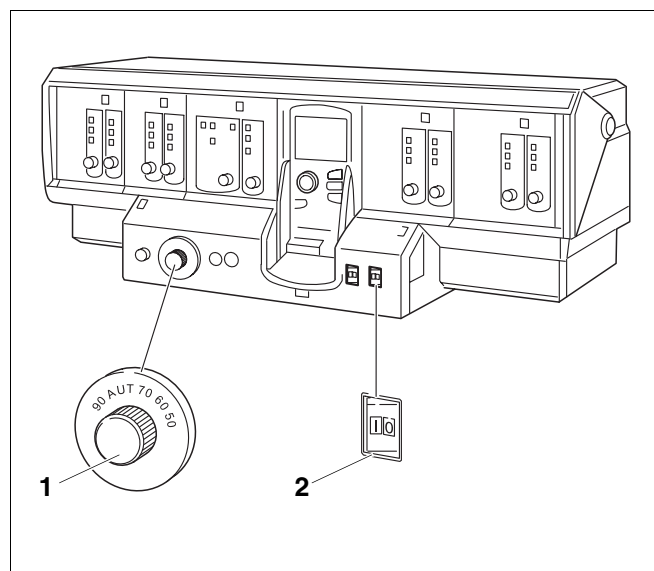

Fig. 3 Aparato de regulación (aquí p.e.: Logamatic 4000)
Ponga en marcha la caldera a través del aparato de regulación (en el ejemplo, fig. 3: aparato de regulación de la serie 4000). Al poner en marcha el aparato de regulación, el quemador se pondrá automáticamente en funcionamiento. A continuación, el quemador podrá arrancarse desde el aparato de regulación. Encontrará más información al respecto en las instrucciones de uso del aparato de regulación correspondiente o del quemador.
- Coloque el regulador de temperatura del agua de la caldera (fig. 3, **pos. 1**) en "Automatic".
- Posicione el interruptor de funcionamiento (fig. 3, **pos. 2**) en "I" (ON).
Ponga fuera de servicio la caldera a través del aparato de regulación (en el ejemplo fig. 3: aparato de regulación de la serie 4000). Al poner fuera de servicio el aparato de regulación, el quemador se desconecta automáticamente.
- Coloque el interruptor de funcionamiento (fig. 3, pos. 1) en la posición "0" (OFF).